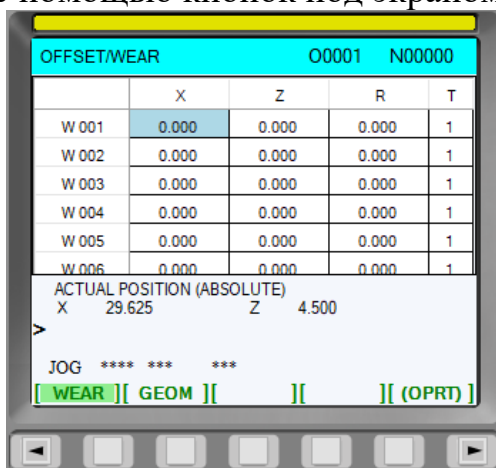

Рис.114. Кнопка «GEOM»
6. Нажать «GEOM» с помощью кнопок под экраном пульта (рис.114);